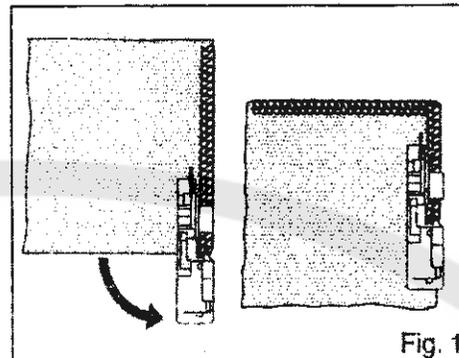
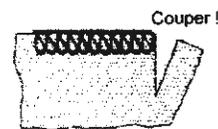

Fig. 1
Fig. 2
- Figure 1.
Note : Quand vous surfilez et coupez en même temps, coupez le tissu le long de la ligne de couture sur environ 3 cm, a vant de tourner le tissu. Figure 2.
1. Clipser le guide cordonnet des accessoires sur la porte cône (Figure 1)
2. Placer la « cordonnet », comme fil de coton, fil de laine, ou élastique à l'arrière du porte cône. Passer le cordonnet à travers le guide (1) et (2) et ensuite à travers le guide fil de l'aiguille gauche. Voir figure (1).
3. Passer le fil à travers le trou avant ou arrière du pied presseur (en fonction du travail réalisé – voir dessin figure 2 et 3), dans la rainure et vers l'arrière du pied presseur.
**POUR COUTURE D'ÉPAULE OU MANCHES,** passer le cordonnet à travers le trou avant, vérifier qu'elle est maintenu entre les fils d'aiguille gauche et droite (Figure 2)